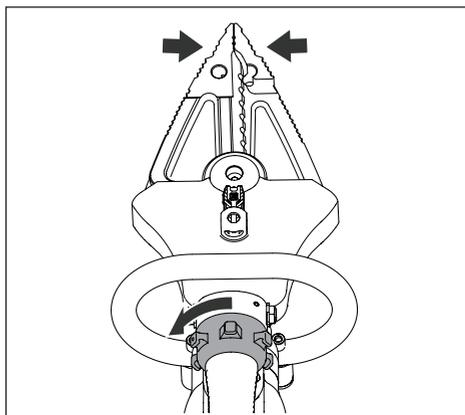

Figura 7, Cuchillas/mordazas cerradas
- Gire la perilla hacia la izquierda y manténgala en esa posición para cerrar las cuchillas/mordazas. Véase Figura 7.